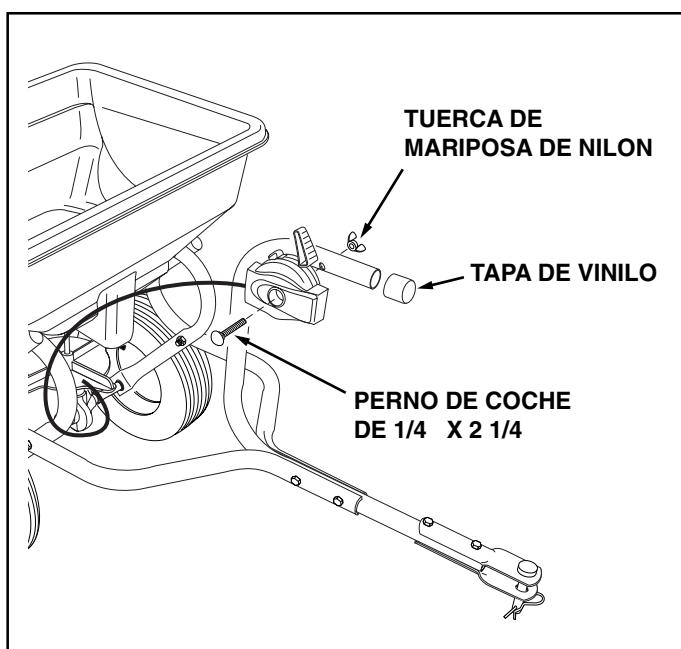

FIGURA 4
6. Coloque la tapa de vinilo en el Tubo de Control de Enganche. Vea la Figura 4.
7. Fije el Cable de Control en el Tubo de Control de Enganche, usando el perno de coche de $1/4" \times 2-1/4"$ y la tuerca de mariposa de nylon. Vea la Figura 4.